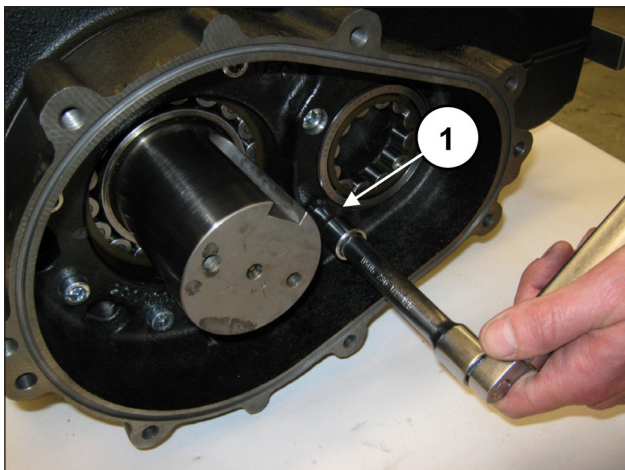

Fig. 64
Aperte os oito parafusos M10x40 (pos. ①, Fig. 64). calibre os parafusos com chave dinamométrica, conforme indicado no capítulo 3 CALIBRAGEM DO APERTO DOS PARAFUSOS.